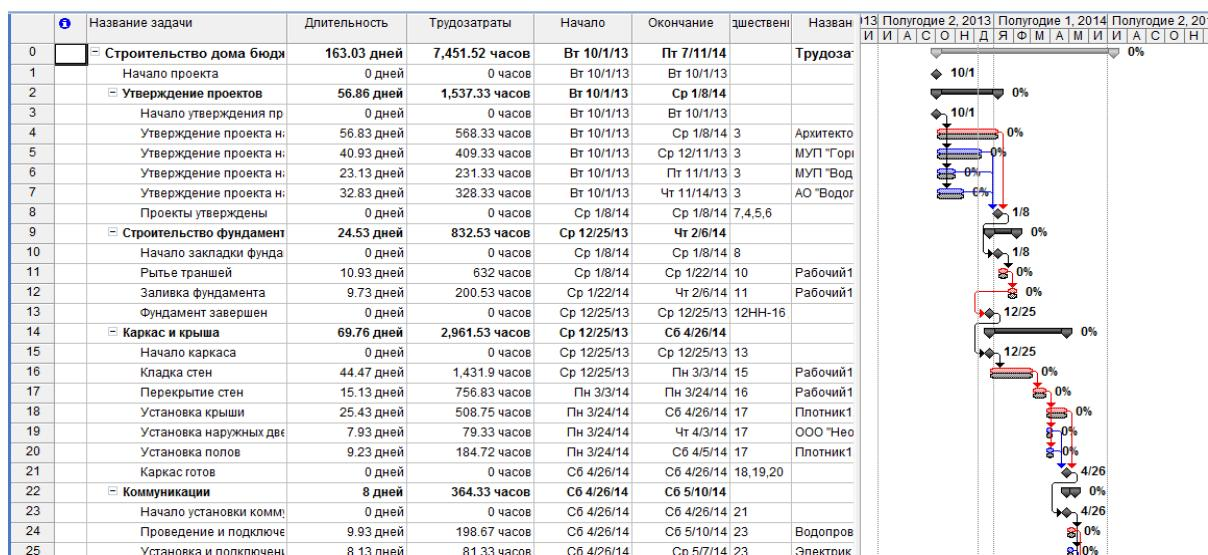

Рис. 2. Приклад таблиці завдань, поєднаної з фактичними параметрами розкладу
- «Діаграма Ганта з відстеженням». У цьому поданні таблиця завдань поєднана з фактичними параметрами розкладу (рис. 2).